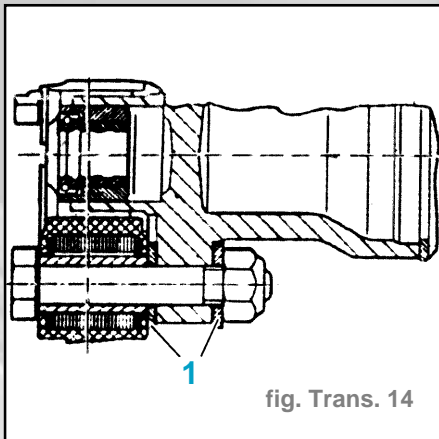

fig. Trans. 14
- Pour éviter la corrosion par contact, monter sur les véhicules à arbre de transmission en aluminium des rondelles (1) enduites de Dacromet (fig. Trans. 14).